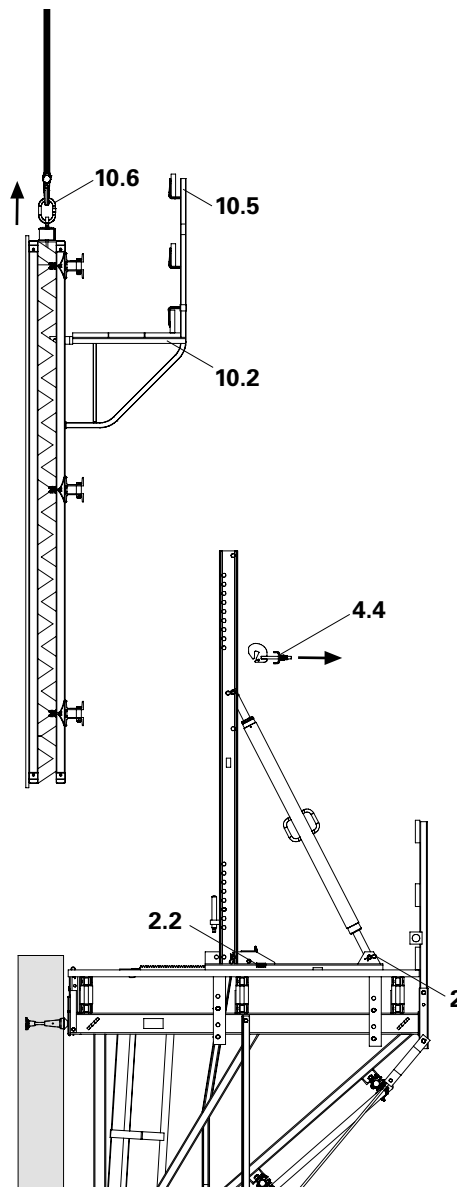

Fig. B2.10
1. Abrir el carro (2) y asegurar con la cuña dentada (2.2), ver B4.1. Arristrar lateralmente el perfil vertical.
4. Izar el encofrado y trasladarlo (p.ej. almacén). (Fig. B2.10)